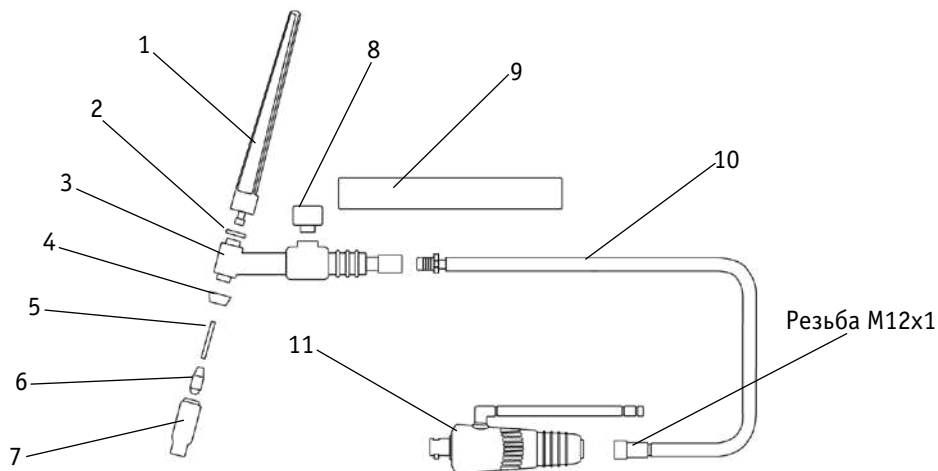

Рис. 12.3. Схема вентильной горелки для аргонодуговой сварки.
5) Газовый шланг. 6) Быстросъемное соединение (См. табл. 11.1). 7) Вентильная горелка (См.рис.12.3).
Для работы в TIG Lift режиме с аппаратом понадобится предназначенная для этого горелка (См. рис. 12.3). Горелка представляет собой узел, обеспечивающий передачу тока и защитного газа от сварочного аппарата к свариваемому изделию.